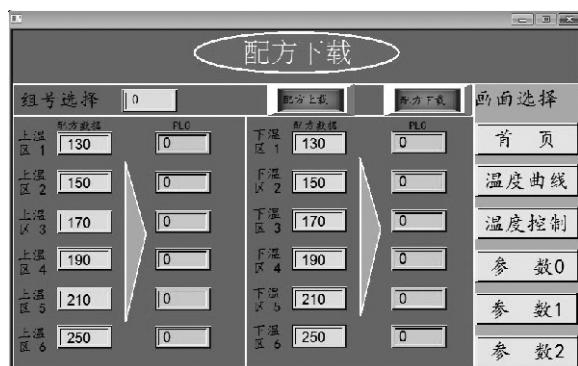

图4
1. 调出窗口：触摸主控制画面上的配方按钮，此时显示配方窗口（如图4）